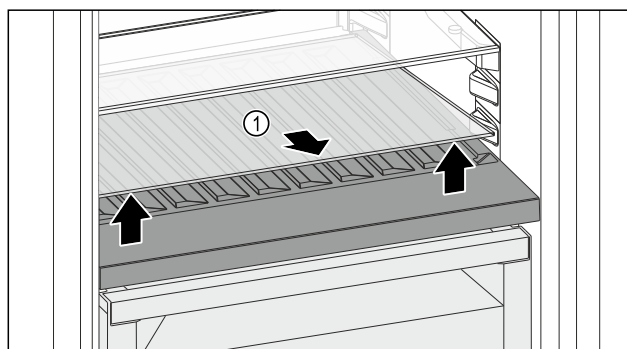

Fig. 137
- Podignite staklenu ploču Fig. 137 (1) na otvoru sprijeda i izvadite je.
- Čuvajte staklenu ploču Fig. 137 (1) na sigurnom izvan uređaja.
- Uložite staklenu ploču (2) ispod promjenjive police za boce.